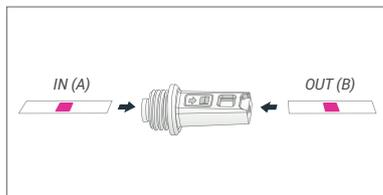
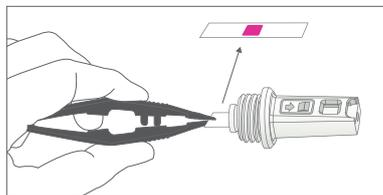

Figure 2
Figure 3
4. Colocar un Indicador de Lavado Chemdye® Lumenia CDWE en la cavidad interna del dispositivo de manera que el test soil quede orientado hacia arriba (Fig. 2). **ATENCIÓN:** Antes de colocar el indicador en el dispositivo remover el papel autoadhesivo del mismo. Asegurar el indicador dentro de la cavidad con ayuda de la pinza provista, de modo que el mismo quede adherido al dispositivo firmemente (Fig. 3).
4. Place a Chemdye® Lumenia CDWE cleaning indicator in the inner cavity of the device in a way that the test soil is facing upwards (Fig. 2). **WARNING:** Before placing the indicator in the device, remove the self-adhesive paper. Make sure that the indicator is firmly adhered to the device by using the provided tweezers (Fig. 3).